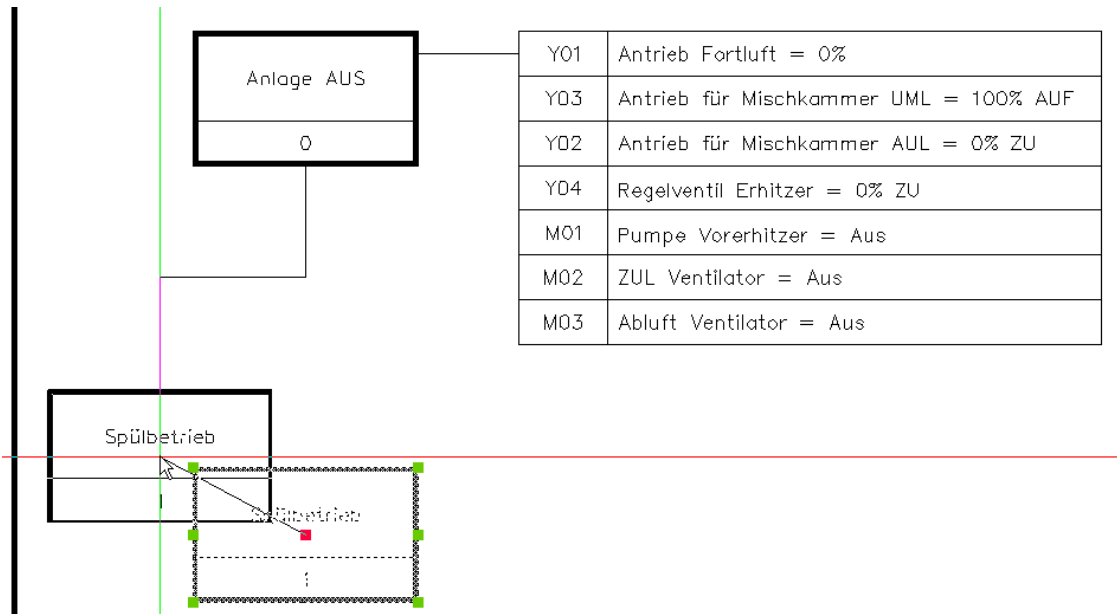

Bild 1.11 – Einmal verknüpfte Objekte bleiben in jeder Position miteinander verknüpft.
- Fügen Sie einen Zustand namens **Spülbetrieb** unterhalb des ersten ein. TRIC fragt Sie nun via Kommandozeile nach dem zu verknüpfenden Objekt. Klicken Sie daraufhin den Rahmen von *Anlage AUS* an, so wird eine Verknüpfungslinie eingezeichnet, die jeder Verschiebung beider Rahmen automatisch nachfolgt. Dies gilt für alle Objektverknüpfungen im Zustandsgraphen (Abb. 1.11).